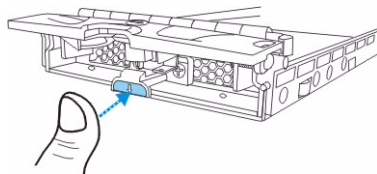

Bild 6.2 Öffnen der Frontklappe des Laufwerkeinschubs
2. Öffnen Sie die Frontklappe des Laufwerkeinschubs, indem Sie auf die Taste an der Vorderseite des Einschubs drücken. Die Taste ist leicht zugänglich (siehe *Bild 6.2*).